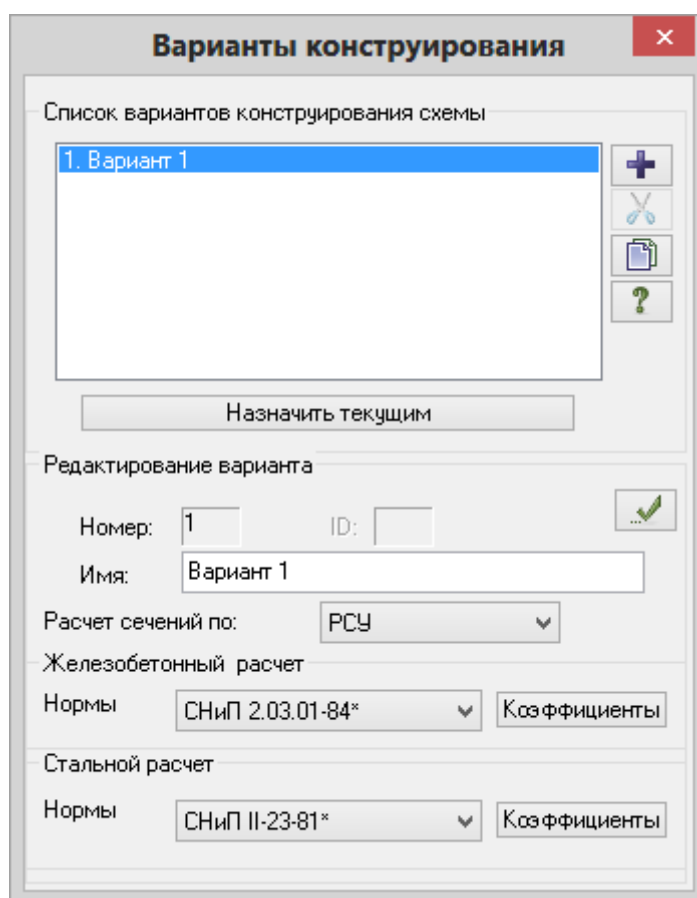

Рис.1.8. Диалоговое окно **Варианты конструирования**
- Вызовите диалоговое окно **Варианты конструирования** (рис.1.8) щелчком по кнопке  – **Варианты конструирования** (панель **Конструирование** на вкладке **Расширенное редактирование**).